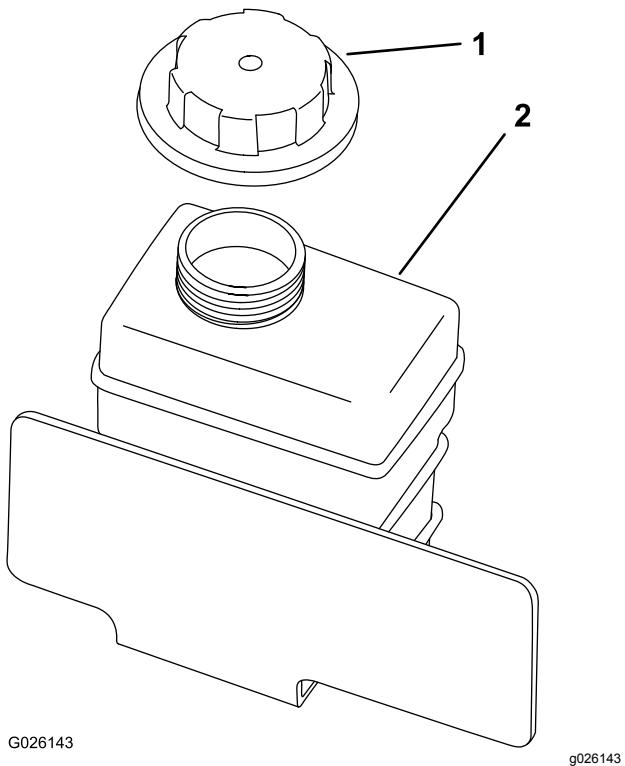

Figura 19
2. Verifique o nível de líquido de arrefecimento dentro do depósito de reserva (Figura 19).